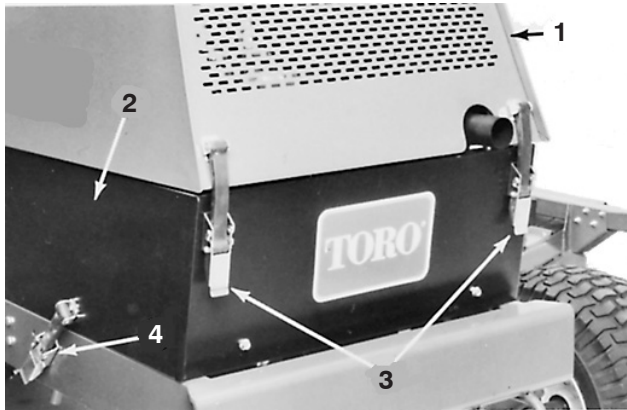

Bild 1
1. Entriegeln Sie die Motorhaube und das Seitenteil links am Motor (Bild 1). Heben Sie die Motorhaube an und stützen Sie sie ab. Nehmen Sie das linke Seitenteil ab. Stellen Sie sicher, dass die Motorhaube sicher in einem der Befestigungshalterungen an der Haube abgestützt ist.